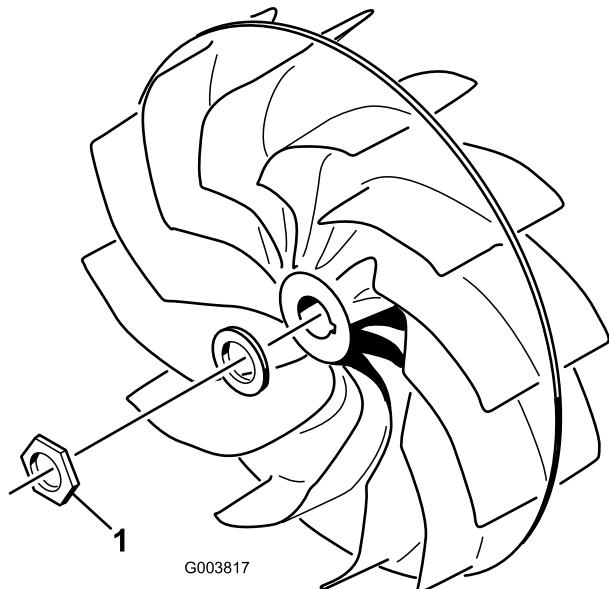

Рисунок 12
- Затяните гайку крепления вентилятора (Рисунок 12) с моментом 678 Н•м.